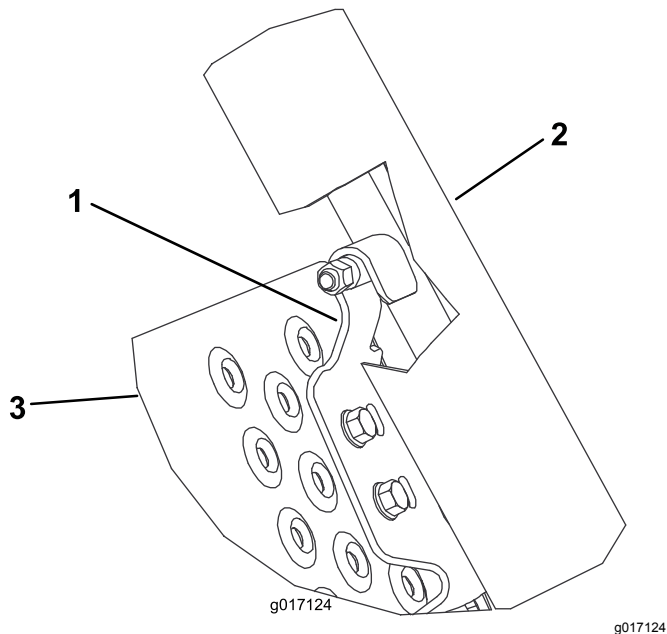

Рисунок 4
7. Вставьте болт с шестигранной головкой (5/16 x 2 1/2 дюйма) через каждое среднее отверстие в погрузочных рампах и через 2 резиновые трубки (Рисунок 4).
1. Установите стопорные кронштейны на каждую сторону рампы так, чтобы эти кронштейны были совмещены с нижними частями погрузочных рамп, введите в зацепление с резиновыми трубками в погрузочных рампах и совместите с отверстиями в рампе (Рисунок 2 и Рисунок 4).
2. Установите, не затягивая, каждый стопорный кронштейн на рампу с помощью винтов с фланцевыми головками (5/16 x 3/4 дюйма) и фланцевых гаек (Рисунок 2 и Рисунок 4).
3. Поднимите и заблокируйте рампу. Отрегулируйте стопорные кронштейны таким образом, чтобы они вошли в зацепление с резиновыми трубками, и затяните фланцевые винты и гайки (Рисунок 2 и Рисунок 4).